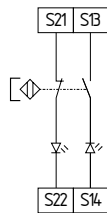

Fig. 7
**Controllo a due canali di interruttori magnetici di sicurezza secondo EN 60947-5-3 (vedere Fig. 7)**